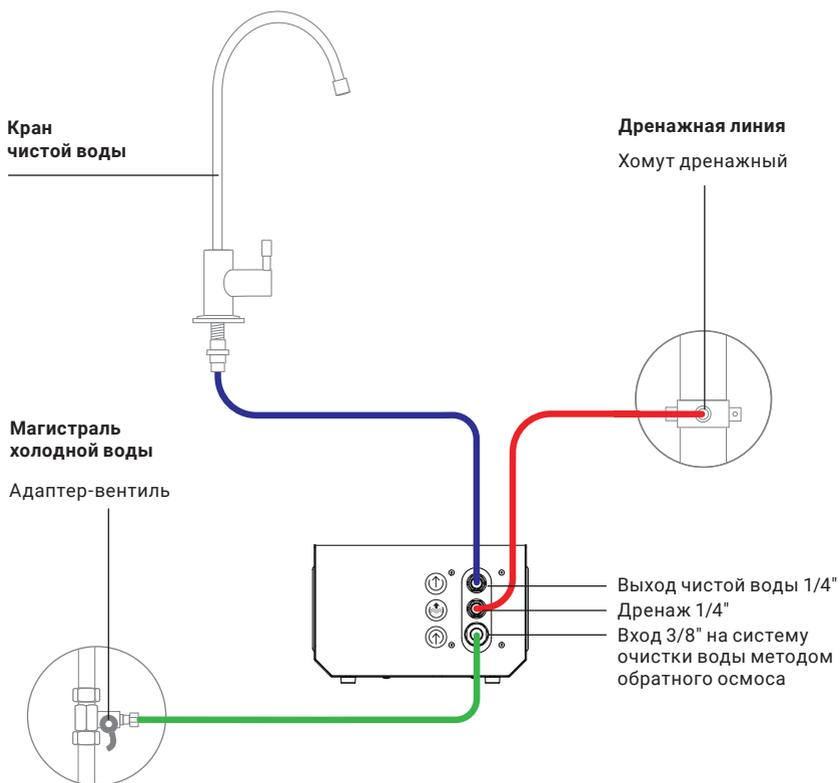

Рис. 2. Схема подключения
2. Произведите подключение фильтра в следующей последовательности (стр. 7, рис. 2):